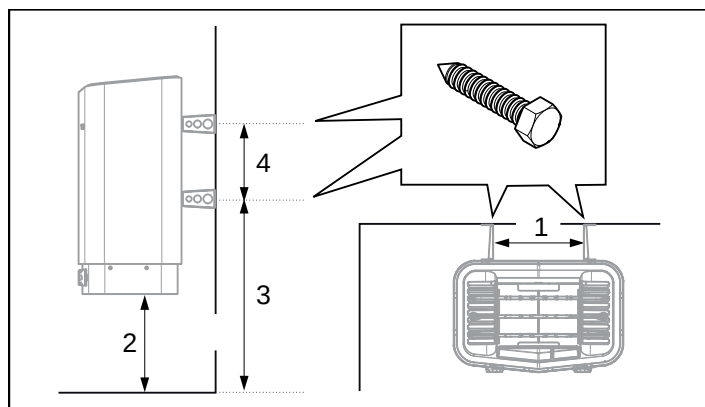

Fig. 12 : Cotes
9. Installer les vis pour support d'après les cotes, voir la figure 12.